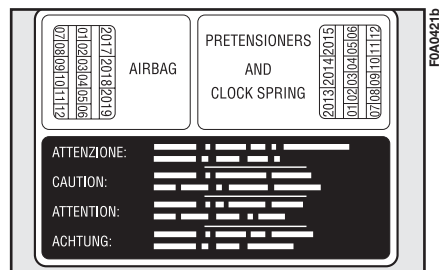

fig. 9
**Il pretensionatore è utilizzabile una sola volta. Dopo che è stato attivato, rivolgersi alla Rete Assistenziale Fiat per farlo sostituire. Per conoscere la validità del dispositivo vedere la targhetta fig. 9 ubicata all'interno del cassetto portaoggetti: all'avvicinarsi di questa scadenza rivolgersi alla Rete Assistenziale Fiat per eseguire la sostituzione del dispositivo.**